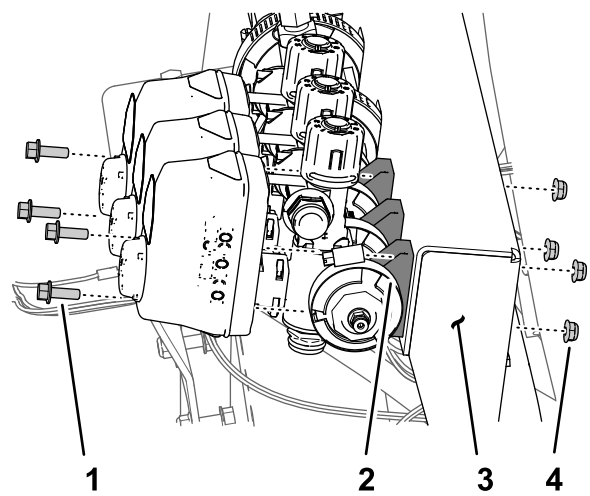

Figura 68
1. Retire os dois parafusos de cabeça flangeada (¼ pol. x ¾ pol.) e as duas porcas de bloqueio (¼ pol.) que prendem a válvula da seção da rampa esquerda à montagem do coletor (Figura 68).
2. Retire os dois parafusos de cabeça flangeada (¼ pol. x ¾ pol.) e as duas porcas de bloqueio (¼ pol.) que prendem a válvula da seção da rampa direita à montagem do coletor (Figura 68).
3. Retire a braçadeira de flange de 40 a 64 mm e a junta de 25 x 35 mm que prendem a flange da válvula da seção esquerda ao adaptador (Figura 68).